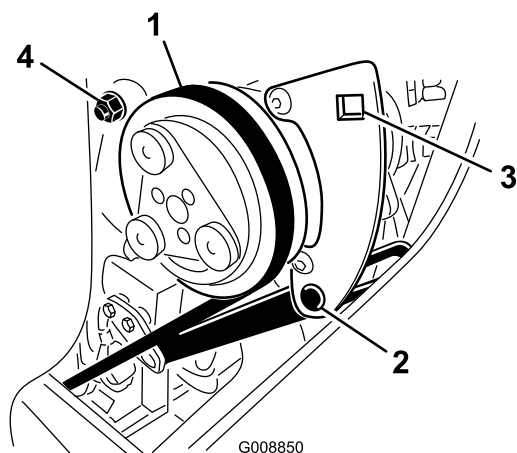

Figure 75
1. Desserrez le boulon de pivot et le boulon de réglage du compresseur (Figure 75).
2. Insérez une clé dynamométrique dans le trou carré du support du compresseur (Figure 75).